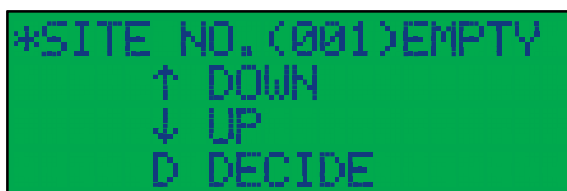

図 6.3-1 SITE 選択画面
- CTS-02V4 が起動すると、最初に測定装置のバージョン情報、内部時計の時刻、設定したパラメータなどが表示され、SITE 選択画面(図 6.3-1)に移行します。この状態が初期状態となります。